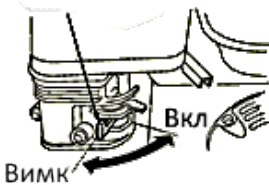

Рисунок 12
- 1) Поверніть важіль паливного крана у положення «Відкрито» (рисунок 12);